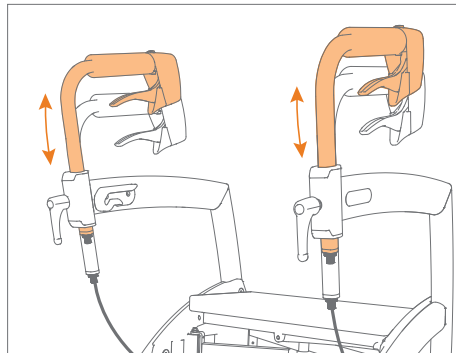

Abbildung 24: Stellen Sie die richtige Höhe ein.
- Schieben Sie die Handgriffe auf die richtige Höhe (**Abbildung 24**).